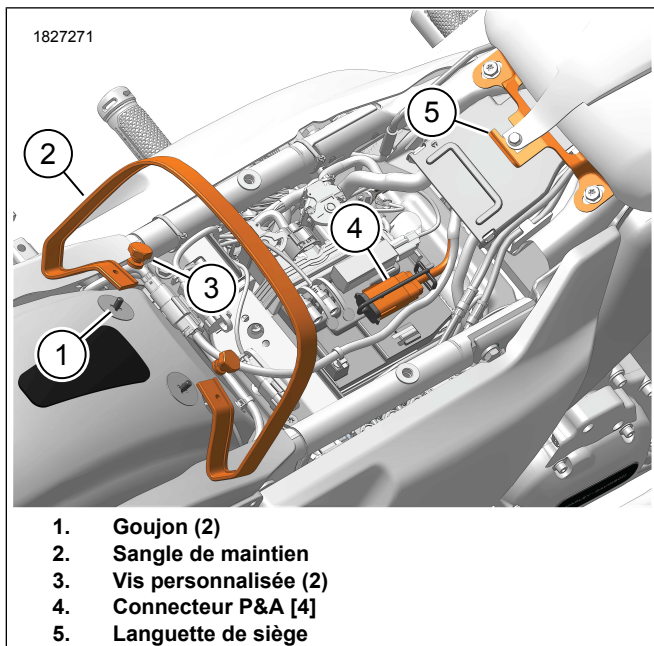
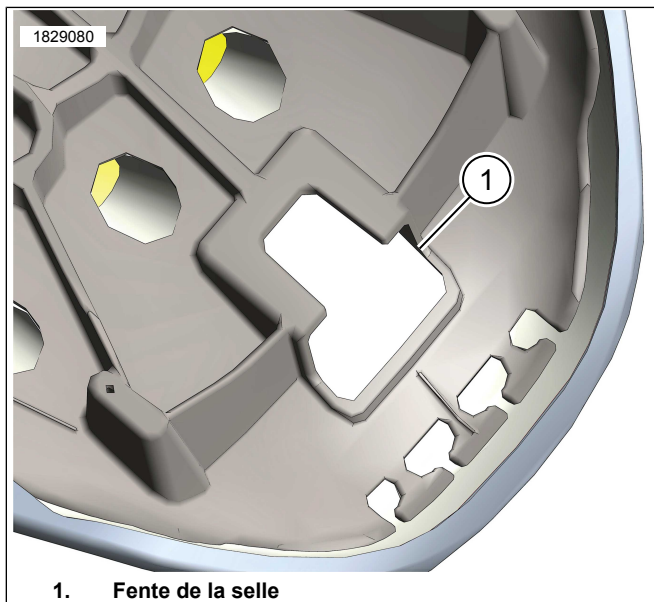

Figure 2. Emplacements des composants
Figure 3. Écrou de montage de selle
1. Voir la Figure 2. Installation de la **nouvelle** sangle de maintien.
- a. Installer la sangle de maintien (2) sur les goujons (1).
- b. Installer les vis personnalisées (3).
3. Voir la Figure 2. Connecter le connecteur de la selle au connecteur de l'accessoire P&A (4).
5. Voir la Figure 2. Insérer l'arrière de la selle à travers la sangle de maintien (2) jusqu'à ce que la fente de montage de la selle (1, Figure 3 ) située sous le côté inférieur avant de la selle se trouve derrière la languette de la selle (5).
6. Voir la Figure 2. Faire glisser la selle vers l'avant jusqu'à ce que la languette de la selle s'engage complètement dans la fente de montage de la selle (5).